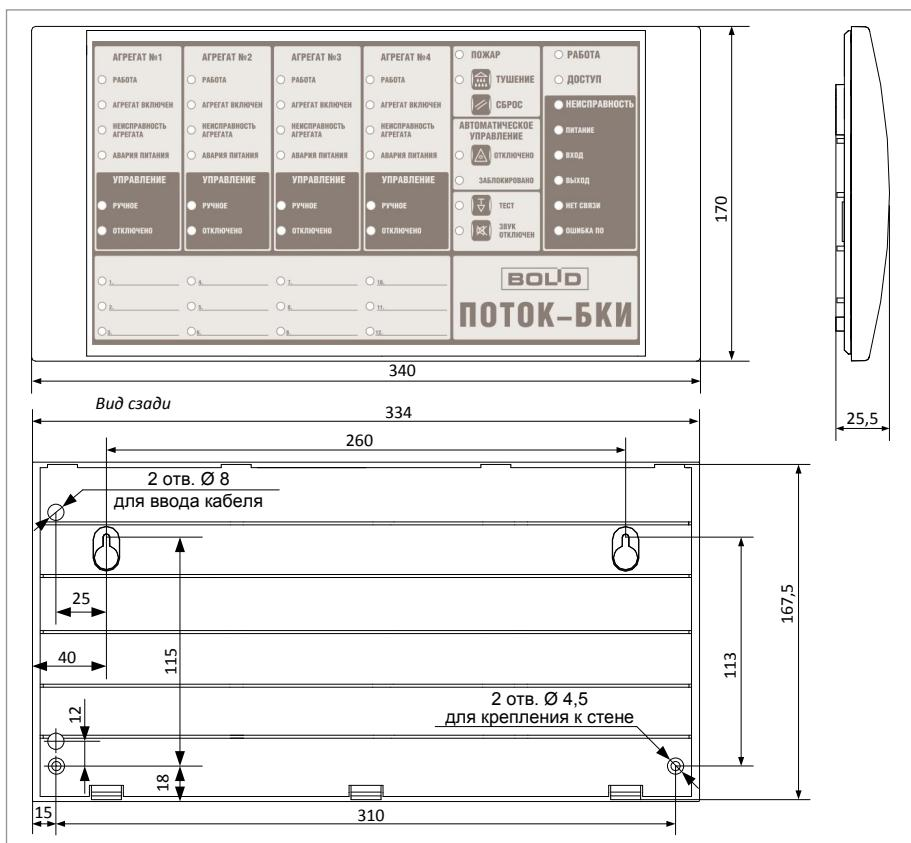

Рисунок 10. Внешний вид и габаритные размеры приборов
- Наметьте на стене места для четырех установочных отверстий в соответствии с габаритным чертежом (см. рис. 10).